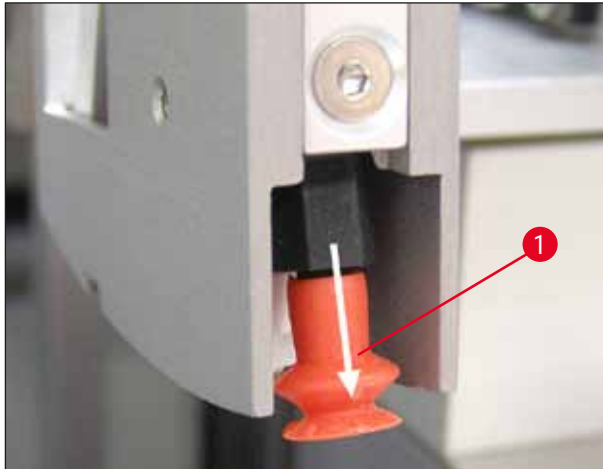

Fig. 51
- Ventuzele trebuie înlocuite dacă prezintă deformări sau deteriorări vizibile. Pentru acest lucru, trageți ventuzele în jos și îndepărtați-le cu degetele (→ Fig. 51) și înlocuiți-le cu ventuze noi.